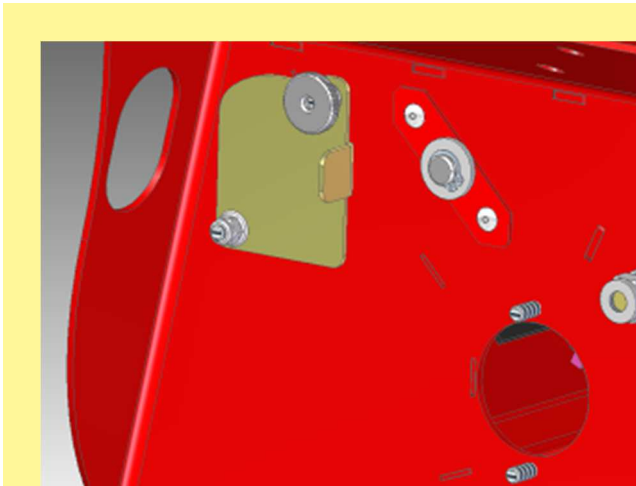
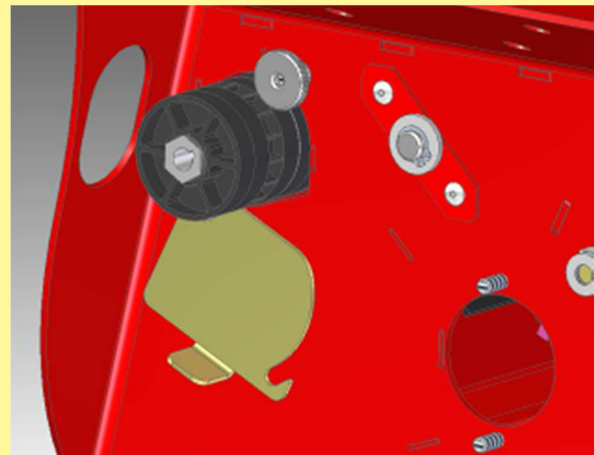

Abbildung 29
Abbildung 30
- Hier müssen Sie die Rändelmutter lockern, anschließend können Sie die Abdeckung wegschwenken und die zweite Säwelle entnehmen (Abbildung 29). Drehen Sie die Ersatzswelle um 180 ° und verstauen Sie diese in der Säwellenhalterung (Abbildung 30).